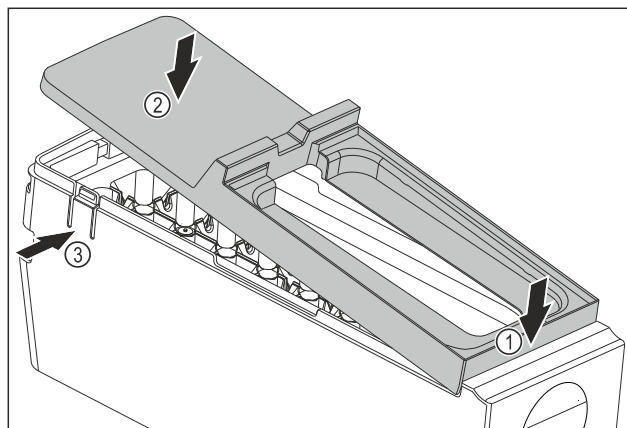

Fig. 200
- Montáž krytu korpusu EasyTwist-Ice: Nasadte kryt na přední stranu. Fig. 200 (1)
- Spusťte kryt vzadu dolů. Fig. 200 (2)
- Kryt slyšitelně zaklapne v obou lamelách Fig. 200 (3).